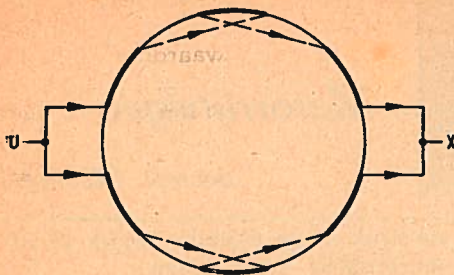

FIG. 31a
a. Van een draaistroommotor uit een gebombardeerde fabriek moest de stator gewikkeld en een lagerschild op vele plaatsen gelast worden. Elke fase van de wikkeling bestond uit 6 bossen, geschakeld volgens fig. 31a.